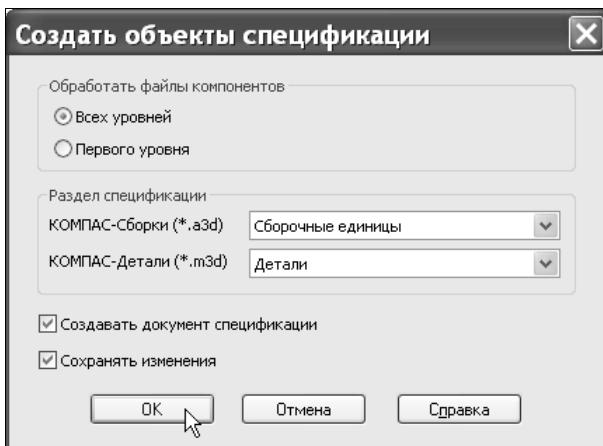

Рис. 9.100. Окно Создать объекты спецификации
2. В окне **Создать объекты спецификации** подтвердите установленные по умолчанию опции нажатием кнопки **OK** (рис. 9.100). После этого система создаст спецификацию на изделие и на все входящие в него подсборки. По умолчанию система создает спецификации со стилем **Простая спецификация ГОСТ 2.106-96**.